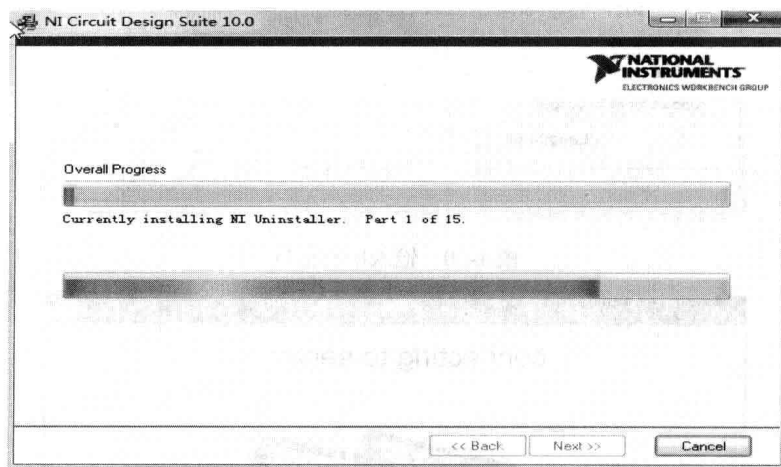

图 1-8 安装进度显示
(7) 图 1-8 显示安装的进度，等待片刻，安装完成后，灰色的 Next 按钮变为可点击按钮，单击 Next 按钮进入下一步安装。